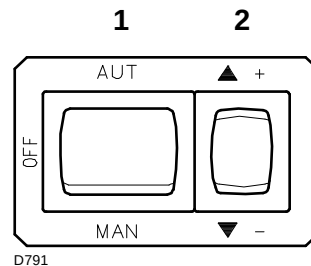
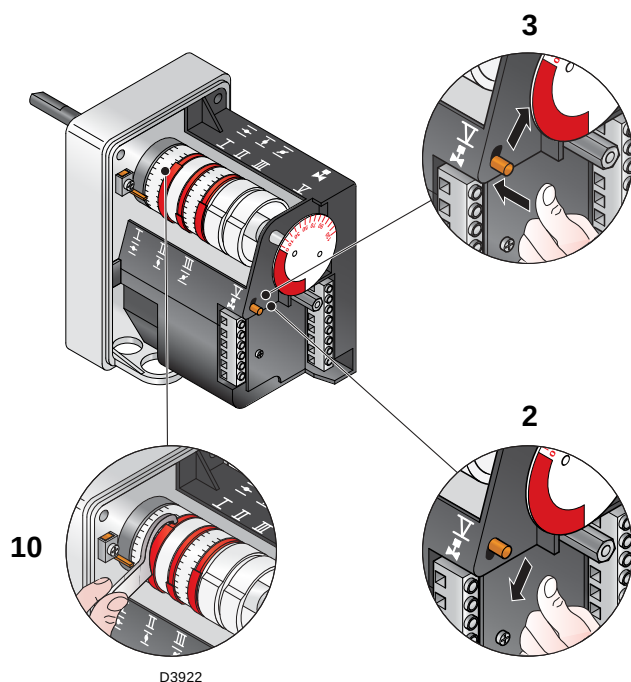

图 27
图 29
闭合温控 / 压力开关，将图 27 中所示开关置于“MAN”位置。
现按按钮 2)(图 27)，增大出力直至伺服马达开启风门阀，同时开启燃气蝶阀。
将按钮 2)(A)(图 27)，降低出力直至伺服马达关闭风门阀及燃气蝶阀至 65° 角（工厂预设位置）。
- 如需减小供气量，可依次逐步减小凸轮 III(图 29) 的角度 65° 至 63° 至 61°.....。
- 如需增加供气量，按按钮 2)(A)(图 27)，增大出力(如将燃气蝶阀角度增大 10-15°)，逐步增大凸轮 III(图 29) 的角度至如 65° -67° - 69°....。
按下按钮 2)(图 27) 增大出力直至伺服马达旋转 15°。调节螺丝至最优燃烧状态。接着以同样的方式调节其它螺丝。注意要逐渐改变凸轮廓线。
用开关 1)(图 27) 置于 “OFF” 位置，将燃烧器停机，按下按钮 3) 并将其向右移动，使伺服马达和凸轮 4) 脱离，同时手动前后旋转凸轮 4)，检查确认整个滑动过程平稳无阻滞。